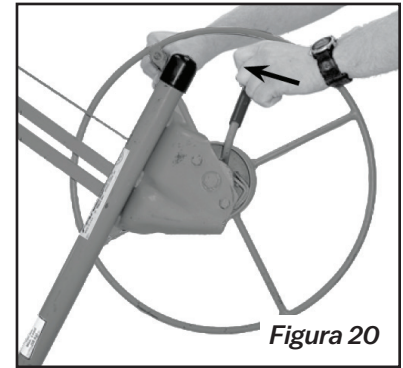

Figura 20
2. Mantenga la sujeción de la manivela del cabrestante. Suelte con cuidado el freno con la mano izquierda y gire lentamente la rueda hacia atrás para bajar el armazón a la altura deseada (Figura 20).